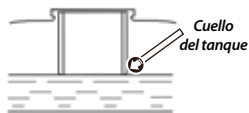

Imagen 13. Agregar gasolina.
6. Agregar gasolina sin sobrepasar la marca que se encuentra en el interior del cuello del tanque. Ver imagen 13.